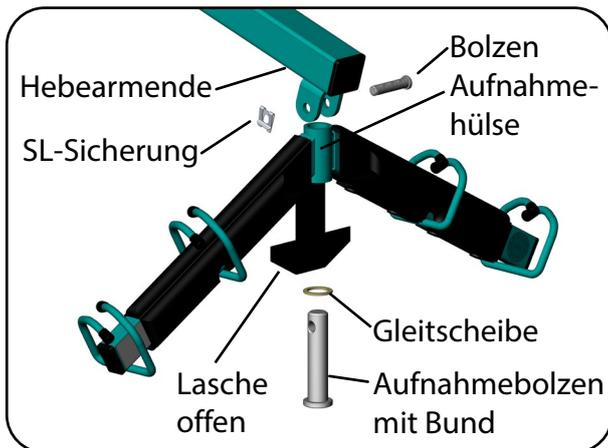

Abb. 6.2.06 - Montage Transportbügel
10. Zur Montage des Transportbügels öffnen Sie die Bügelpolsterung (Lasche). Entfernen Sie die SL-Sicherung und danach den Bolzen aus der Bohrung am Ende des Hebearms. Damit haben Sie den Aufnahmebolzen mit Bund vom Hebearm getrennt (Abb. 6.2.06).
12. Stecken Sie den Aufnahmebolzen mit Bund zusammen mit der Gleitscheibe von unten durch die Aufnahmehülse des Transportbügels (Abb. 6.2.06)). Die Gleitscheibe liegt dabei auf dem Bund des Aufnahmebolzens.